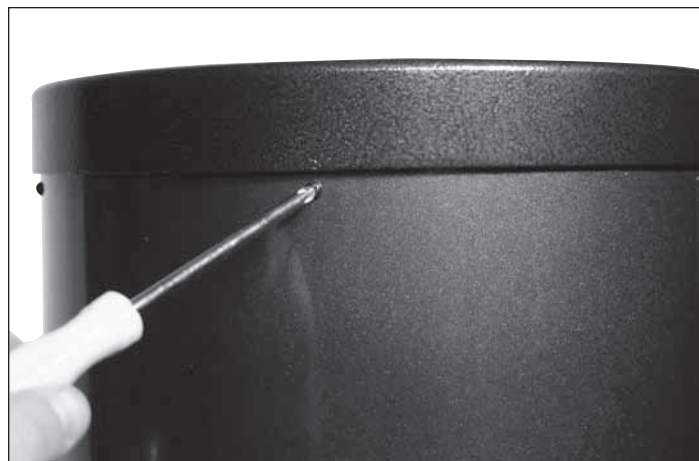

Figura 16. Para quitar el anillo del extremo posterior, desenrosque los seis tornillos que lo conectan al tubo.
1. Para instalar la celda del espejo en el tubo óptico, es necesario retirar antes el anillo del extremo posterior acoplado a la sección inferior del tubo óptico. Para ello, desenrosque y retire los seis tornillos de cabeza Phillips que conectan el anillo del extremo al tubo (figura 16) y, a continuación, tire del anillo del extremo para retirarlo del tubo.